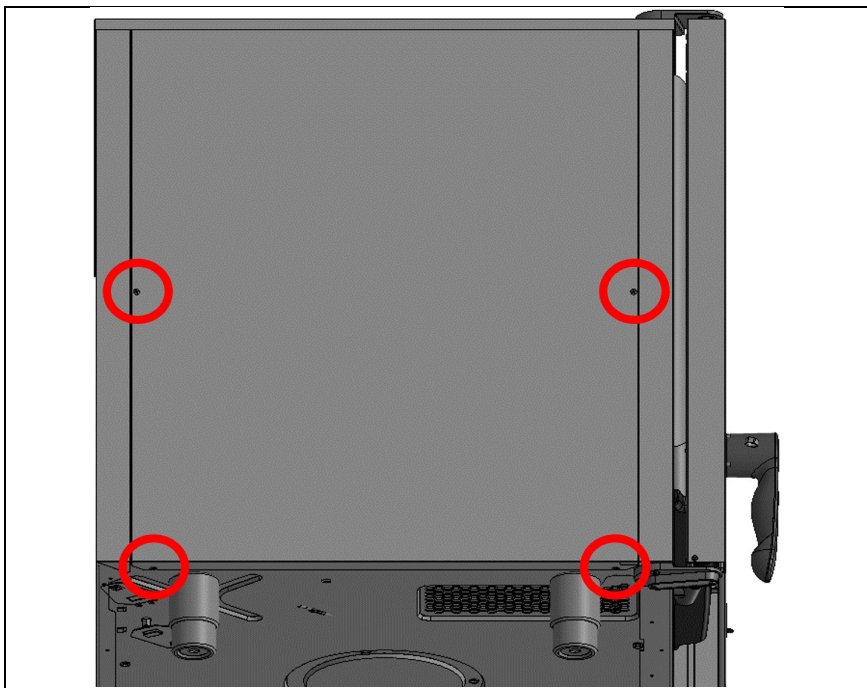

Abb. 11: Montage seitliche Gehäuseabdeckung
7. Die Seitenwand wieder einsetzen und die markierten Schrauben seitlich und unter dem Gerät zum Befestigen der Seitenwände nutzen. (Abb. 11)